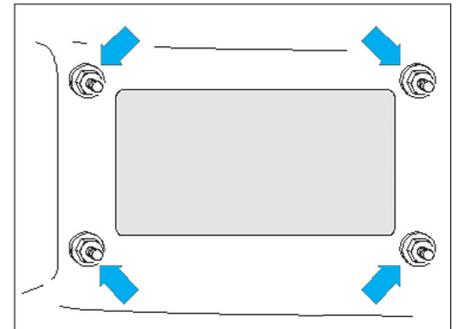

Fig. 24
- Dévisser les écrous du boîtier de commande des vitesses (flèches) (Fig.24).